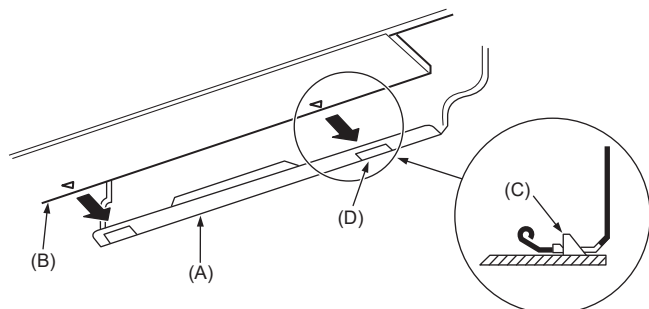

Fig. 3-11
- Lors de l'insertion du tuyau de réfrigérant et le tuyau d'écoulement dans l'orifice mural d'insertion (manchette de pénétration), accrocher la partie supérieure de l'appareil intérieur sur la planche d'installation (1).
- Fixer en poussant la partie inférieure de l'appareil intérieur sur la planche d'installation (1). (Fig. 3-11)
- * Vérifier que les boutons en bas de l'appareil intérieur sont correctement maintenus sur la planche d'installation (1).
- (A) Planche d'installation (1)